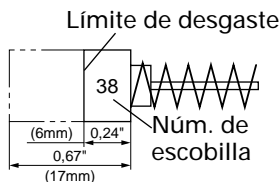

Fig. 20
## 3. Inspección de la escobillas (Fig. 20)
**NOTA:** Utilice las escobillas HITACHI Núm. 38 indicadas en la Fig. 20.